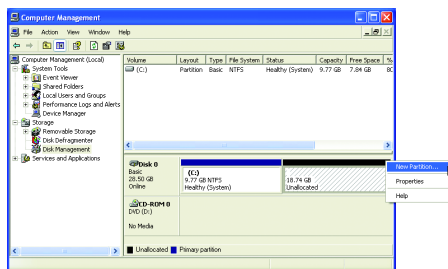

図 6
5. オペレーティングシステムをインストールする前にハードドライブを適切に分割していなかった場合、ハードドライブの空きスペースを使用して新しいパーティションを作成することができます(図6、7)。ただし、ディスク管理に示されたハードドライブのシステムパーティションに未割り当てのスペースがない場合、新しいパーティションを作成したり Xpress Recovery2 を使用することはできません。この場合、オペレーティングシステムを再インストールし、ハードドライブを再分割してください。